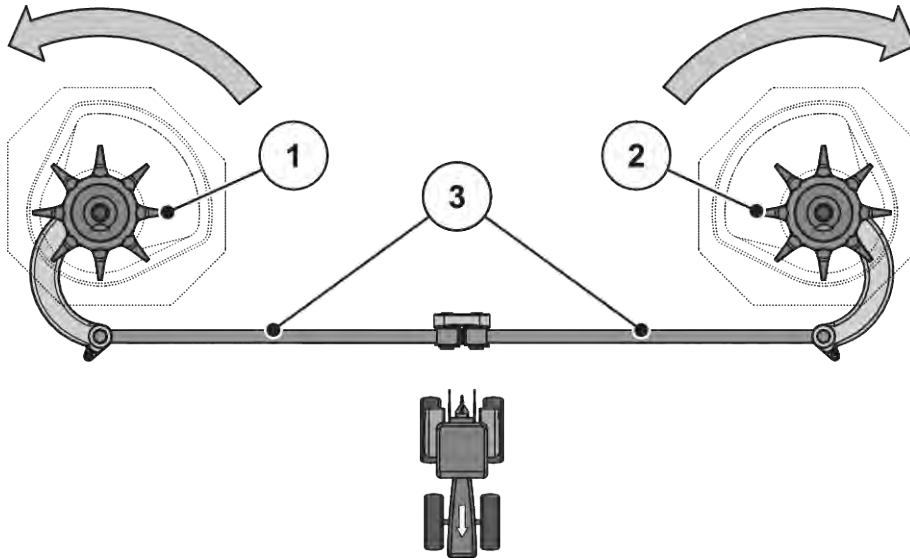

Fig. 60: Kontrollera omrörardrivningen.
- Vrid omröraren för hand i **spridartallrikens rotationsriktning**. Se Fig. 60 Kontrollera omrörardrivningen..
- Vrid omrörarhuvudet kraftigt för hand eller med hjälp av ett oljefilterband **mot spridartallrikens rotationsriktning**. Se Fig. 60 Kontrollera omrörardrivningen.